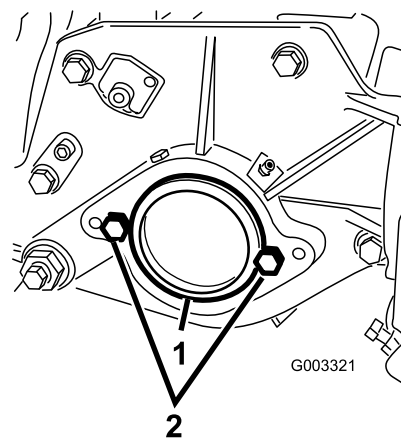

図 12
2. カッティングユニット右側のベ어링・ハウジングについているプラスチック製のプラグを外す (図 12)。
3. 右側サイドプレートからキャップスクリュ2本を取り外す (図 12)。
5. カッティングユニットの左側サイド・プレートに、リール・モータ取り付け用のキャップスクリュ2本を仮止める (図 12)。